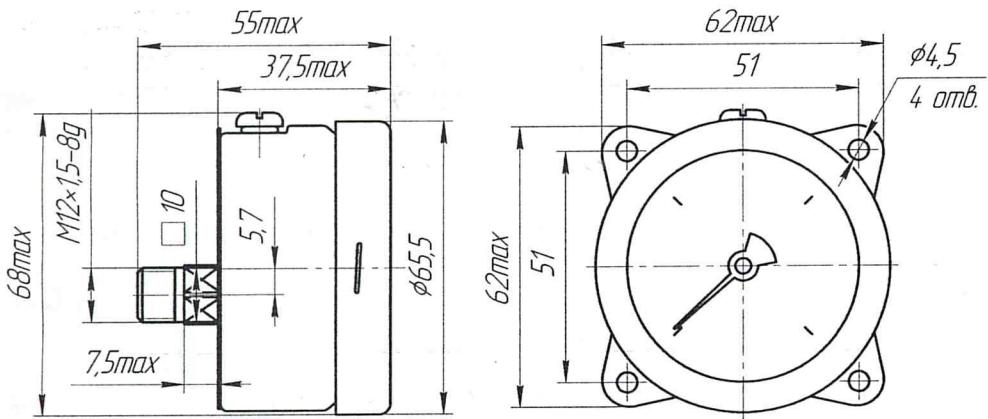

Рисунок 2. Габаритные и присоединительные размеры приборов с осевым расположением штуцера с фланцем
- 2.9 Габаритные и присоединительные размеры приборов с радиальным расположением штуцера без фланца приведены на рисунке 1, с осевым расположением штуцера с фланцем – рисунок 2.